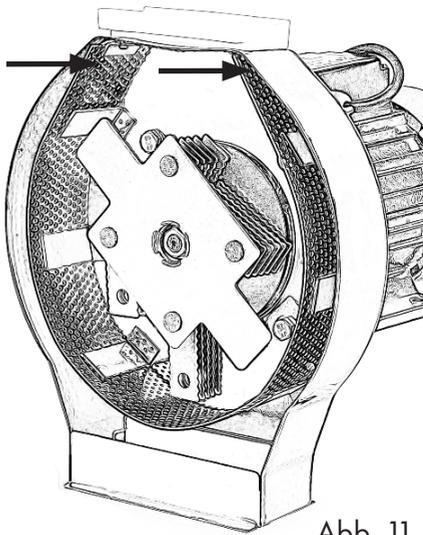

Abb. 11
4. **Einsetzen eines neuen Siebs:** Wählen Sie ein Sieb Ihrer Wahl und montieren Sie es gemäß Abbildung 11.